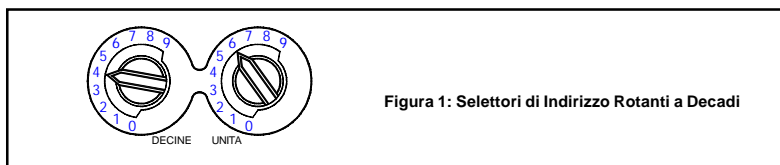

Figura 1: Selettori di Indirizzo Rotanti a Decadi
- Impostare l'indirizzo del rivelatore (vedi Figura 1) ruotando con un cacciavite i 2 selettori e scegliendo l'indirizzo desiderato tra 01 e 99. Scrivere l'indirizzo scelto sull'apposita etichetta posta sulla base.